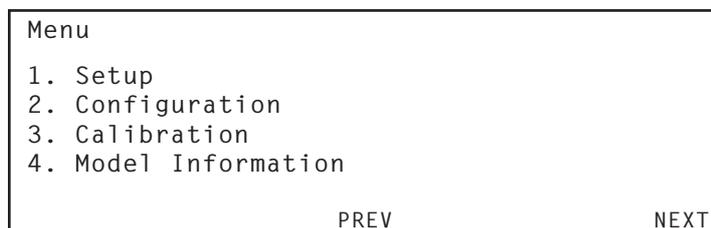

図 3-5 メニュー画面（項目 1 の場合）
- 2 MENU (SHIFT + SET / V SET) スイッチを押してメニュー画面 (図 3-5) にします。